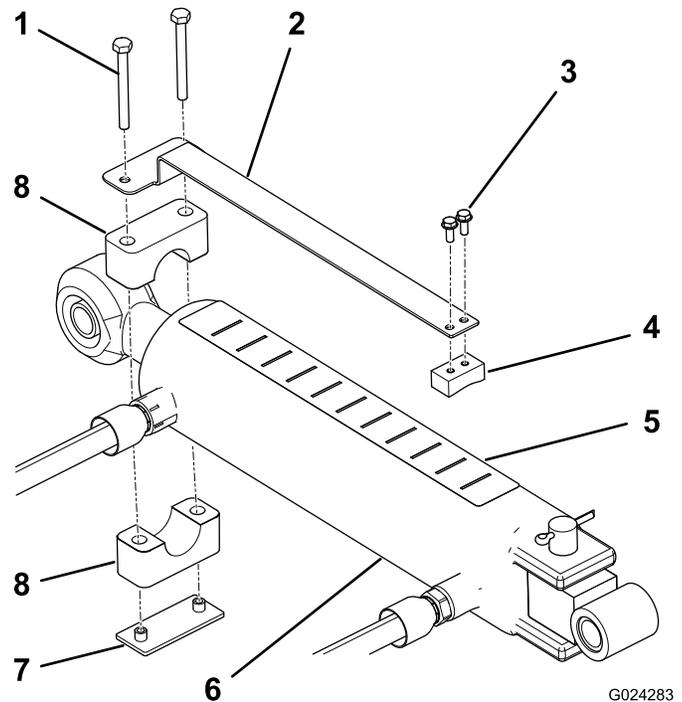

图9
- 用 2 个 #10 x 1/2 英寸机器螺丝将深度计安装到滑块的平面侧，并按照图9 所示调整组件位置。
- 使用管夹、焊接板和 2 个 1/4 x 2-1/2 英寸螺丝，将深度计松松地安装到顶部连杆油缸的杆端（图9）。确保管夹保持足够的松动，使它们可旋转到所需的位置。
4. 将深度标贴粘贴到油缸顶部操作员能够看到的位置，且不会影响液压软管或其他障碍物（图9）。标贴带有“J”字母的一端应朝向打孔机。